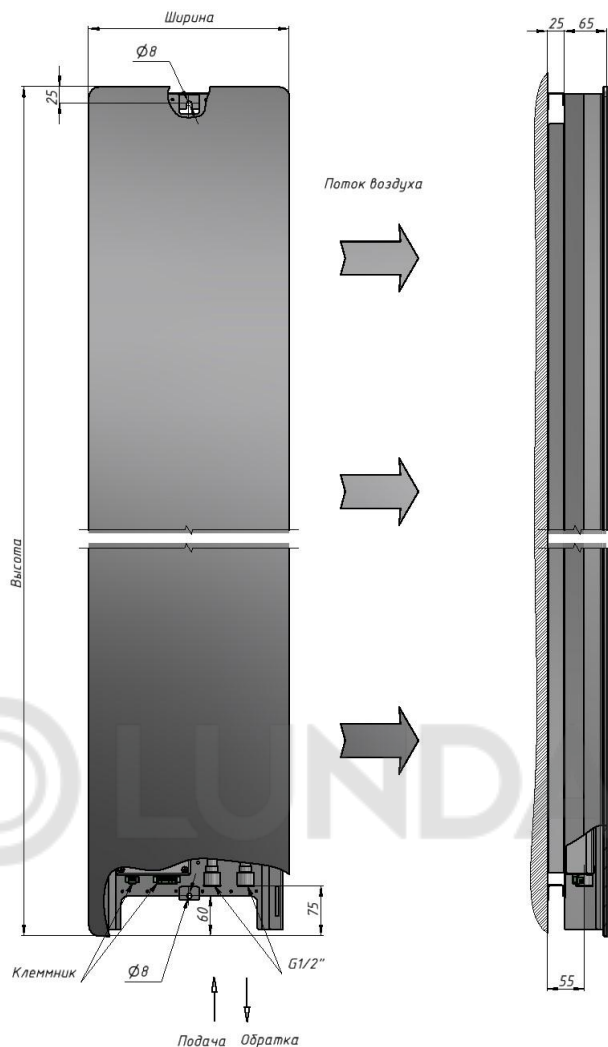

Рисунок 1. Габаритные размеры и монтажная схема вертикальных приборов *Chipook* правого исполнения. *Левое исполнение – зеркально.*
2. Разметьте положение отверстий крепления на стене, в соответствии с желаемым расположением конвектора и руководствуясь при этом местами расположения монтажных мест на корпусе конвектора (рисунок 1). Если конвектор располагается в углу, то при монтаже необходимо выдержать минимальное расстояние от угла 150-200 мм.